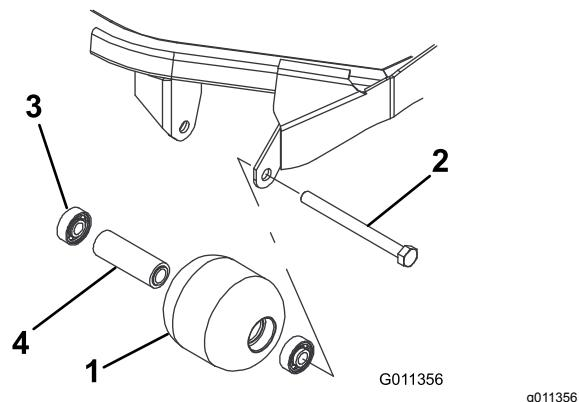

Bild 92
1. Entfernen Sie die Rollenbefestigungsschraube (Bild 92).
4. Prüfen Sie das Rollengehäuse, die Lager und das Distanzstück auf Beschädigungen (Bild 92). Tauschen Sie alle beschädigten Teile aus und bauen Sie alles wieder zusammen.
1. Drücken Sie das erste Lager in das Rollengehäuse (Bild 92). Drücken Sie dabei nur auf den äußeren Ring oder gleichmäßig auf die inneren und äußeren Ringe.
2. Setzen Sie ein Distanzstück ein (Bild 92).
3. Drücken Sie das zweite Lager in das Rollengehäuse (Bild 92). Pressen Sie dabei gleichmäßig auf den inneren und den äußeren Ring, bis der innere Ring das Distanzstück berührt.